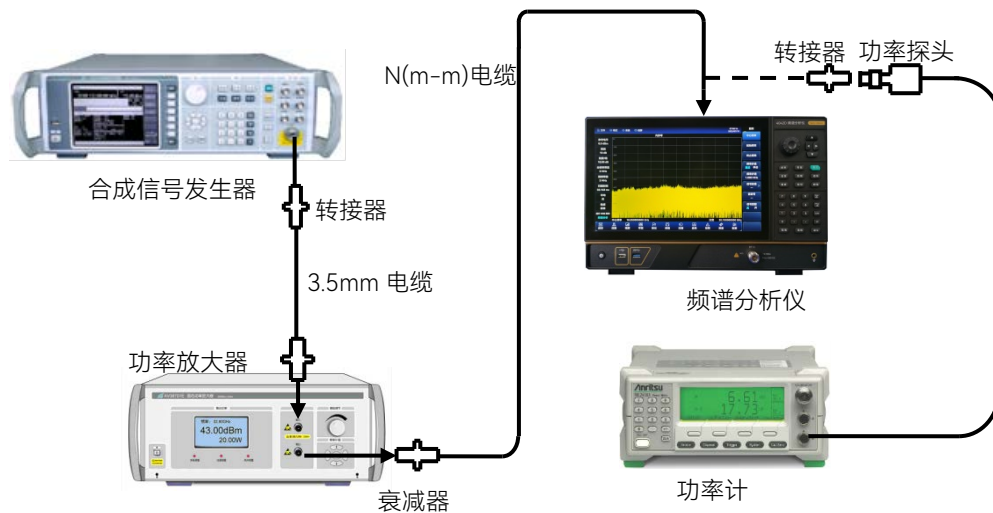

图 15.19 最大安全输入电平测量
- 3) 如图 15.19 连接测试设备, 将信号发生器的射频输出通过转接器连接到功率探头的输入端, 调整 1464 合成信号发生器的输出功率使功率计的幅度读数为  $-3\text{dBm} \pm 0.10\text{dB}$ 。拆除功率探头, 将射频电缆通过转接器接到频谱分析仪的射